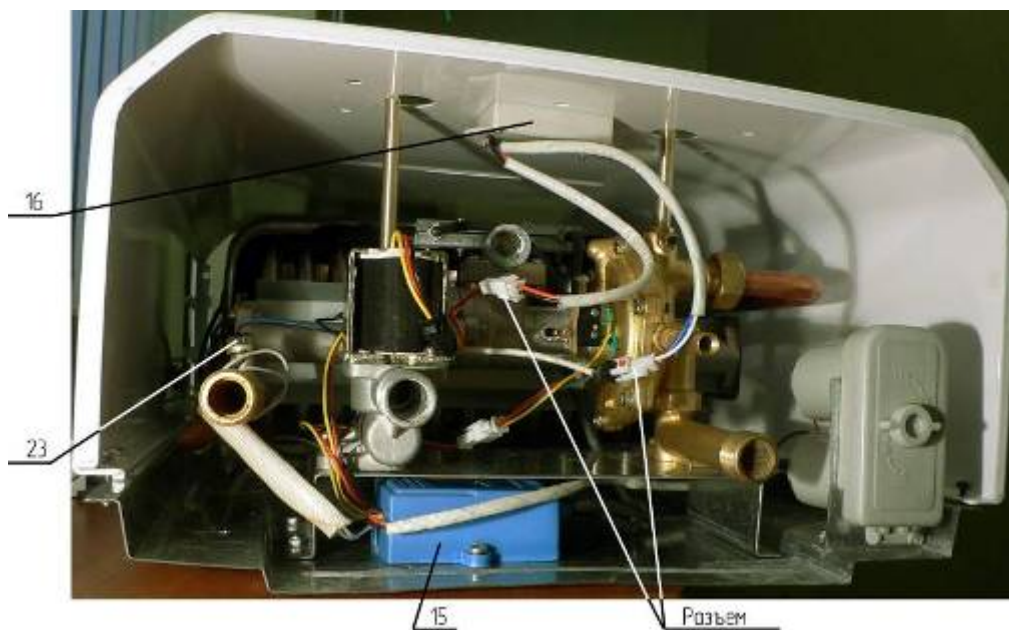

Рисунок 2. Разъединение проводов, соединяющих индикатор температуры горячей воды с термодатчиком температуры
- разъединить два разъема проводов, соединяющих индикатор температуры горячей воды 16 с термодатчиком температуры горячей воды 23 и электронным блоком управления (БУЭ) 15, для чего, нажать на рычажок разъема и потянуть элементы разъема в разные стороны (рис. 2).